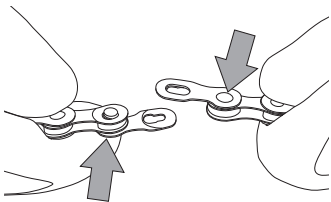

Fig.5
- Inserite ciascun perno della C-Link™ nei due fori liberi delle maglie interne della catena (Fig. 5).